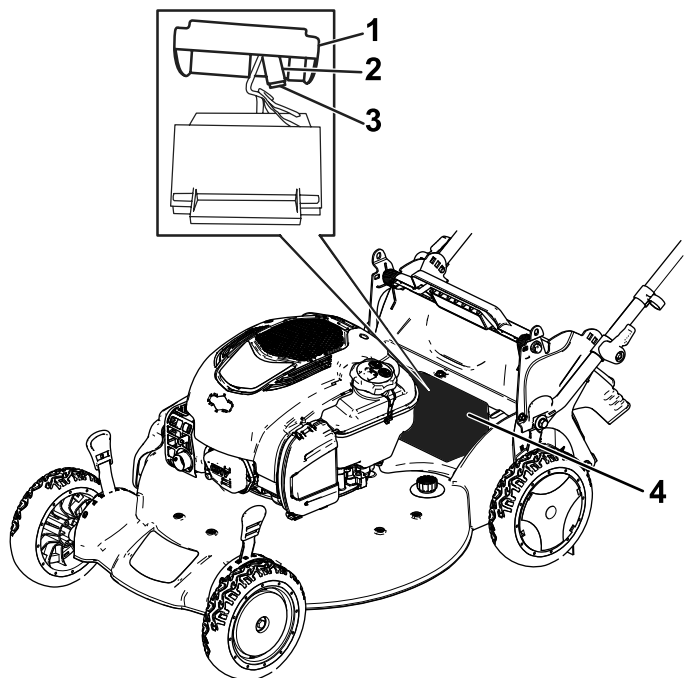

Figura 30
1. Staccate il coperchio del vano batteria (Figura 30).
2. Estraete la batteria e individuate il fusibile (Figura 30).
3. Sostituite il fusibile nel portafusibili (Figura 30).
4. Montate il coperchio sopra il vano batteria (Figura 30).